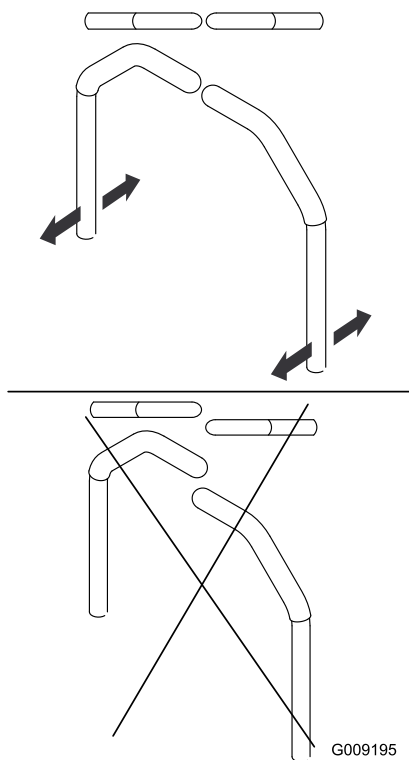

Figure 51
9. Réglez l'alignement avant/arrière des leviers en les plaçant tous deux à la position POINT MORT, puis faites-les coulisser jusqu'à ce qu'ils soient alignés, et serrez les boulons (Figure 51).